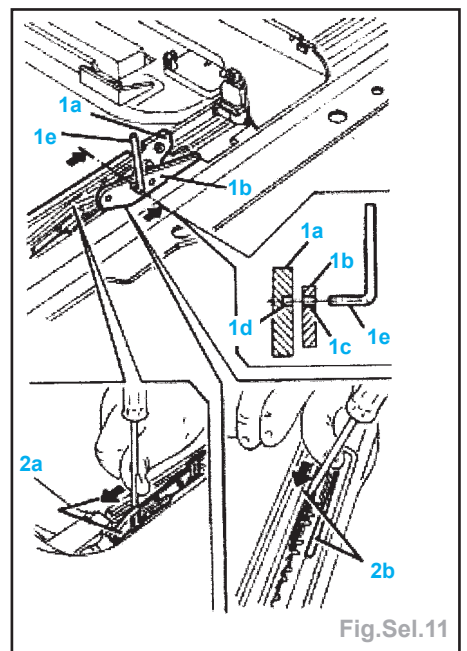

Fig.Sel.11
- Sur les glissières (1a et 1b) sur les côtés D. et G., vérifier l'alignement du trou (1c) avec le trou borgne (1d), effectuer le contrôle avec une pige (1e) de même diamètre que les trous (Fig.Sel.11).